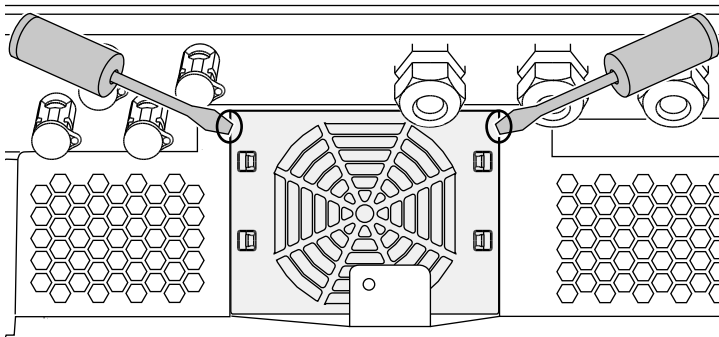

Fig. 57: Soltar la rejilla del ventilador
2. Desmontar el ventilador. Para ello, introducir un destornillador en el borde de la rejilla del ventilador y ejercer una ligera presión en esta.  **Fig. 57**